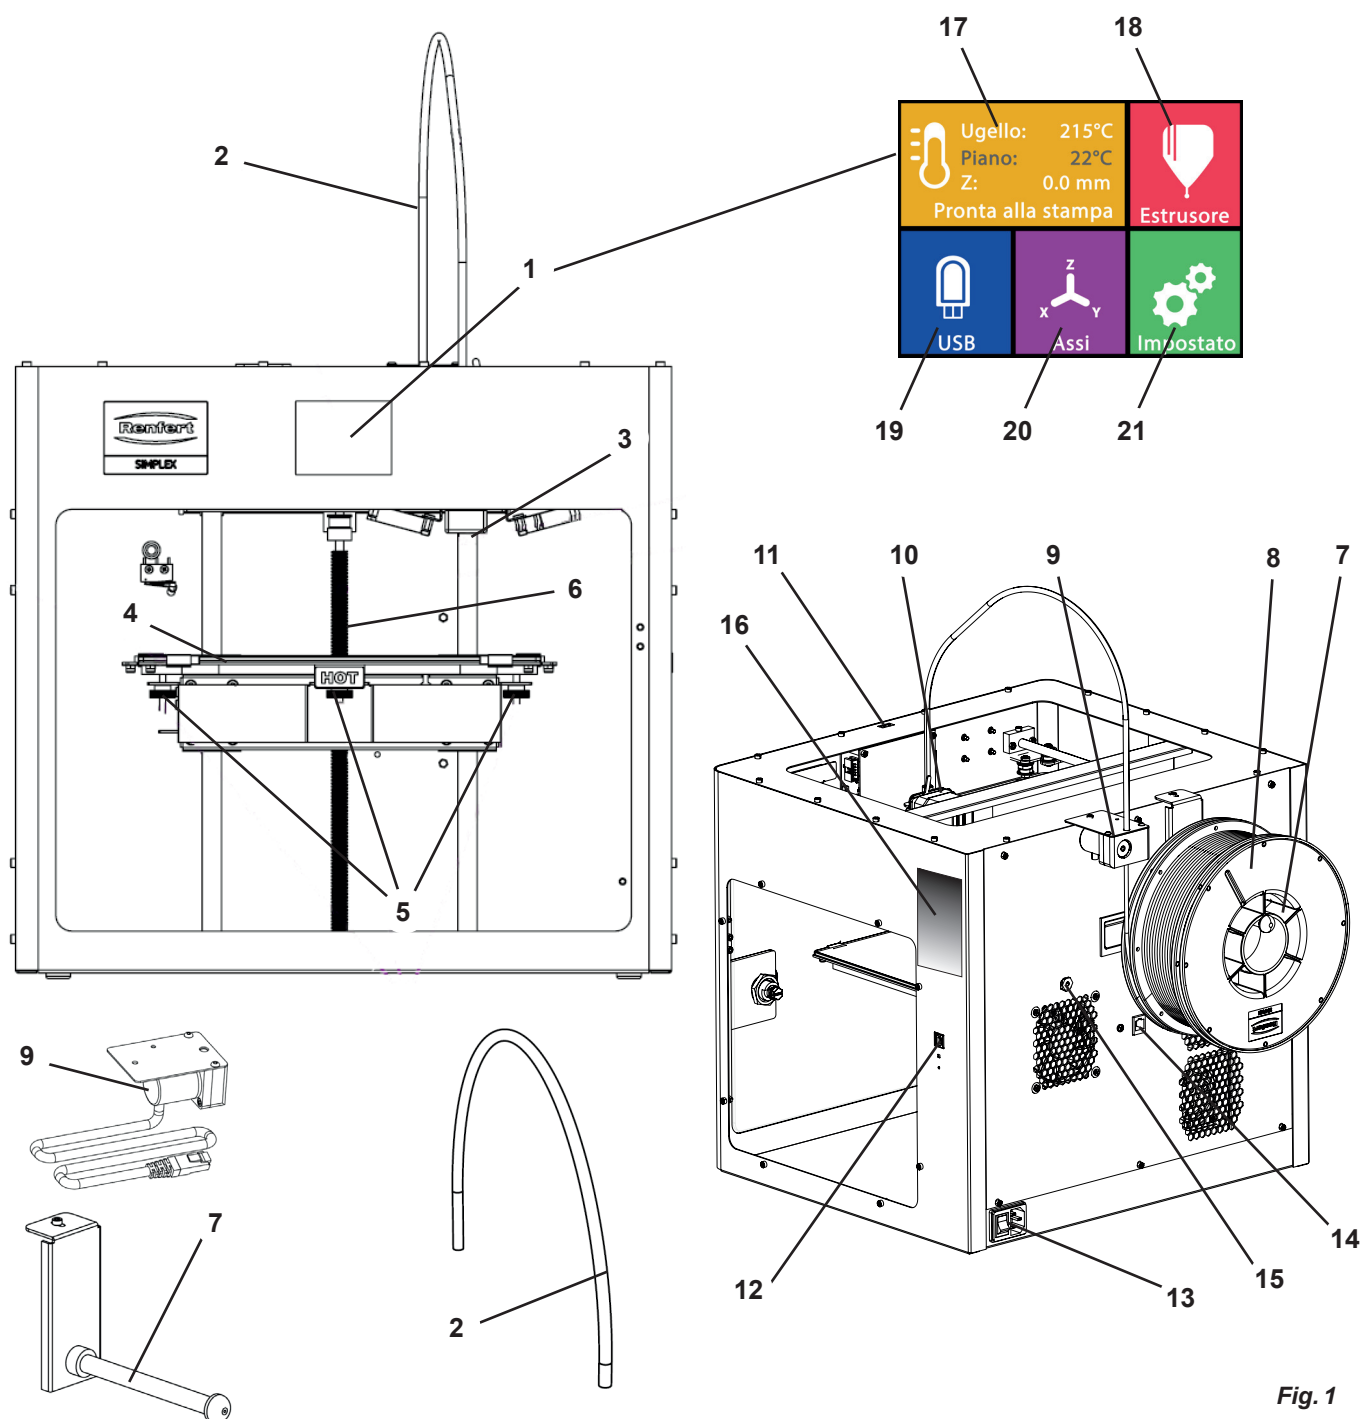

Fig. 1
- ⇒ Accenda l'unità con l'interruttore on/off (13, Fig. 1) sul retro dell'unità.